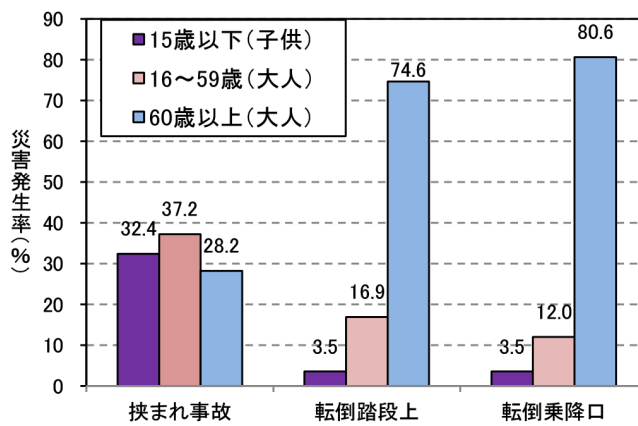

図15 挟まれ、転倒の年齢別2年間災害発生率 (第8回)
- 6) 大人（60歳以上）の災害は、他の年齢に比べ、特に踏段上と乗降口とでの転倒が顕著に多い傾向であった。[図14、図15]